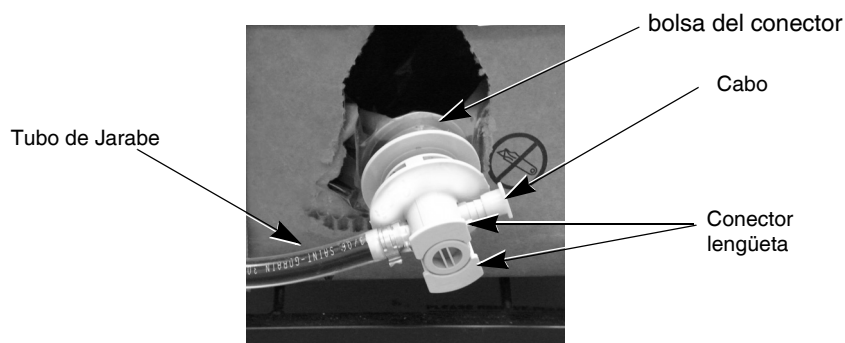

Figura 8.
Se refiere a Tabla 7 y Figura 8 al reemplazar un contenedor tipo 2 BIB.
6.	Vuelva a instalar el conector de la QCD en el nuevo conector de BIB por deslizarse en el conector y la manguera del jarabe y del trozo abajo hacia la caja. ⚠ IMPORTANTE: Botón debe quedar al ras, como se muestra en Figura 8.